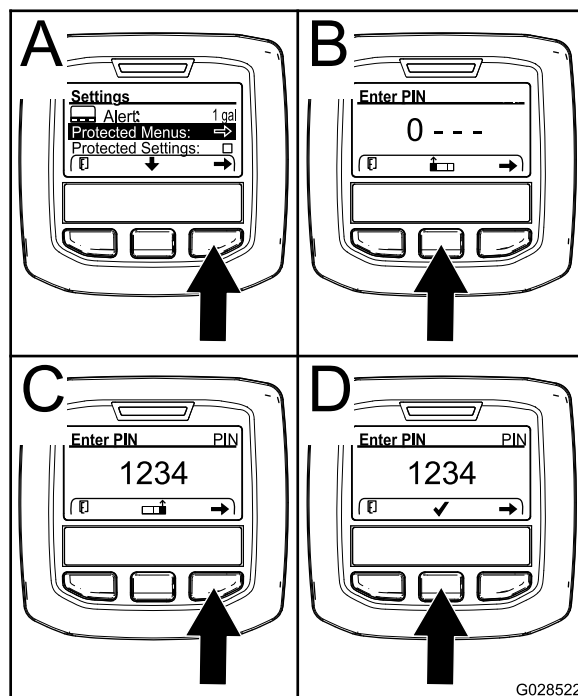

Figure 71
3. Appuyez sur le bouton de sélection droit pour sélectionner les menus protégés (A de Figure 71).
- Appuyez sur le bouton de sélection central (B de Figure 71) pour augmenter la valeur numérique (0 à 9).
- Appuyez sur le bouton de sélection droit (C de Figure 71) pour amener le curseur à la valeur numérique suivante à droite.
**Remarque:** Une coche s'affiche alors au-dessus du bouton central (D de Figure 71).
- Appuyez sur le bouton de sélection central (D de Figure 71) pour saisir le mot de passe.